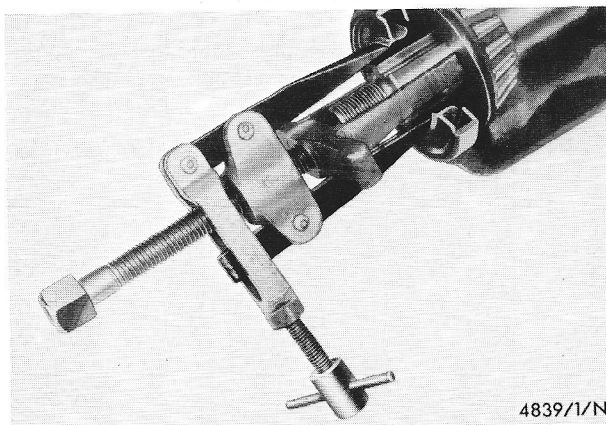

Fig.114 Verwijder de oliekeerring met trekker 15-048.
6. Maak het achterbrughuis rondom de oliekeerring schoon en verwijder de oliekeerring met trekker 15-048. Schuif, nadat de centrale bout is uitgedraaid, de trekkerhaken tussen het pignon en de oliekeerring, tot aan het conische rollager, zodat de trekkerarmen onder de oliekeerring grijpen. Draai de klembout voor de trekkerarmen aan, zodat deze stevig in de oliekeerring grijpen. Trek de oliekeerring uit het huis door de centrale bout aan te draaien (fig.114).